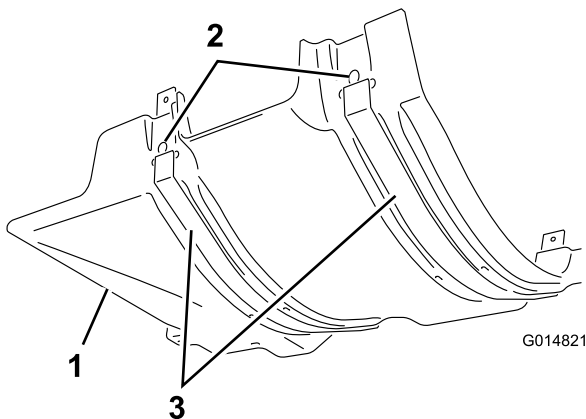

Bild 3
1. Setzen Sie die Wärmeschutzblechriemen in die Schlitzte im hinteren Motorwärmeschutzblech (Bild 3) und befestigen Sie die Riemen mit sechs Plastikstöpseln am Schutzblech.